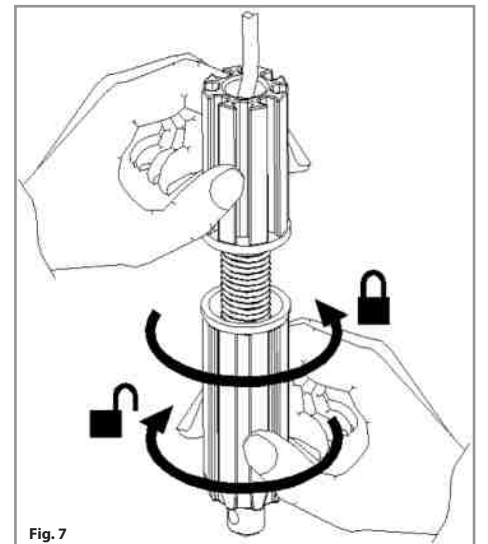

Fig. 7
- 17) Despues de haber efectuado la instalaciòn mecanica y los contactos electricos proceder a regular el movimiento final del cierre como mues la fig.7.